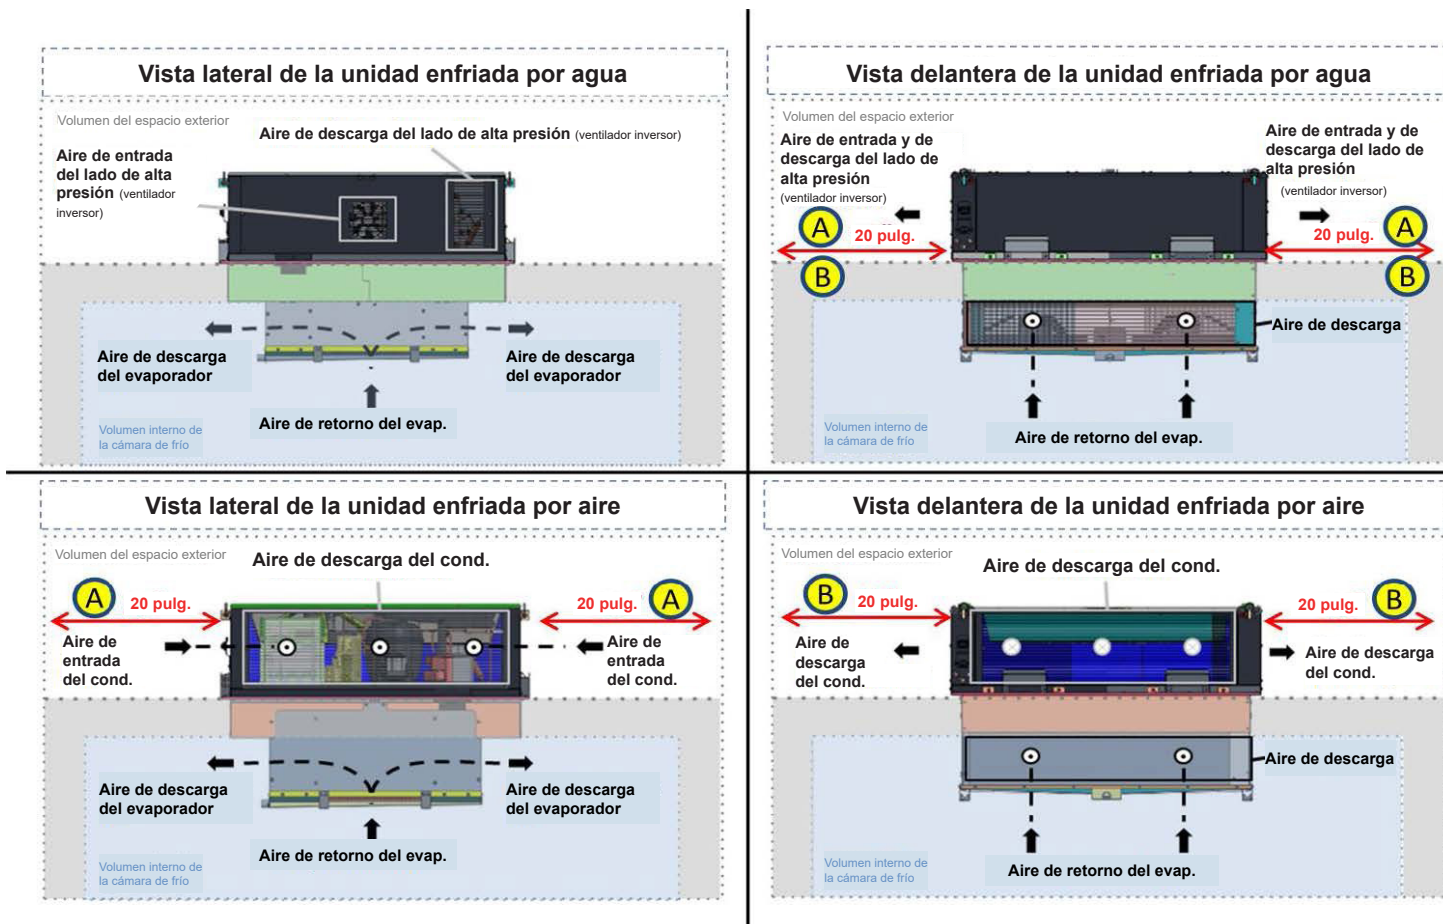

Figura 4 – Diagrama del flujo de aire
- La distancia mínima entre el lado de entrada de aire del condensador y cualquier pared u obstrucción es de 20 pulg.; Vea "A" en la Figura 4.
- El espacio mínimo entre el lado de salida de aire del condensador y cualquier pared u obstrucción es de 20 pulg.; Vea "B" en la Figura 4.